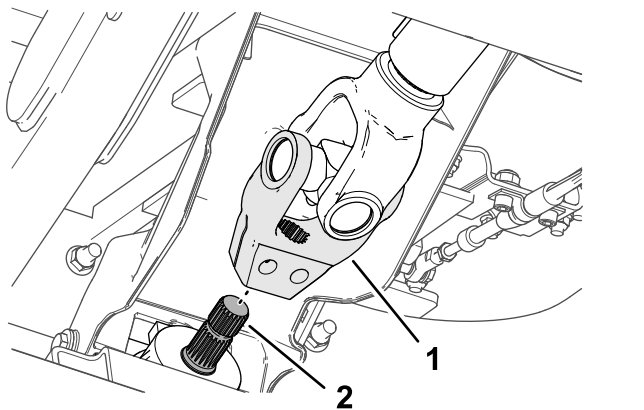

Figura 18
- Aliniați canelurile din furca arborelui de transmisie pe canelurile arborelui de intrare al dispozitivului de ataare (Figura 18) și glisați furca pe arbore.